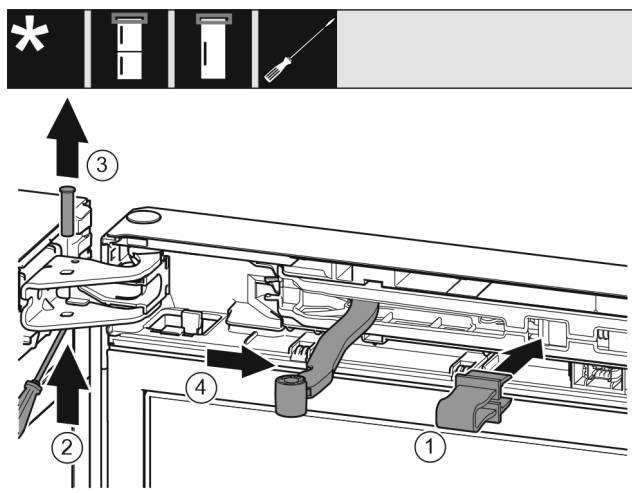

Fig. 10
- Kapni siguresën Fig. 10 (1) në vrimën përkatëse.
- Zhvidhosni bulonin Fig. 10 (2).
- Nxirrni jashtë bulonin Fig. 10 (3) duke e ngritur lart.
- Ktheni menteshën Fig. 10 (4) në drejtimin e derës.